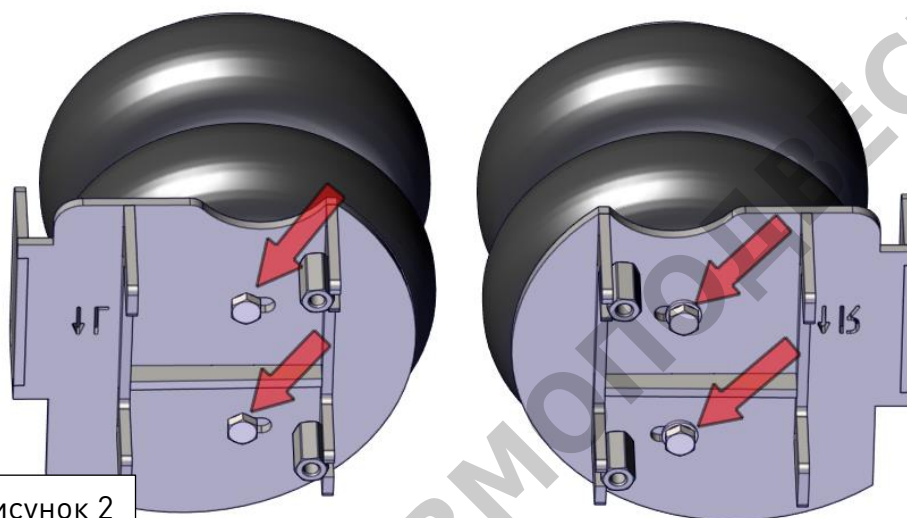

Рисунок 2
2. Соберите пневмоэлементы в сборе с нижними кронштейнами, как указано на ил. Прикрутите нижние кронштейны (39010.02.04.000.01 и 39010.02.06.000.01) к пневмоэлементам используя болты 933 10 25 (4 шт.) с шайбами 125 10 (4 шт.). (Рис. 2)